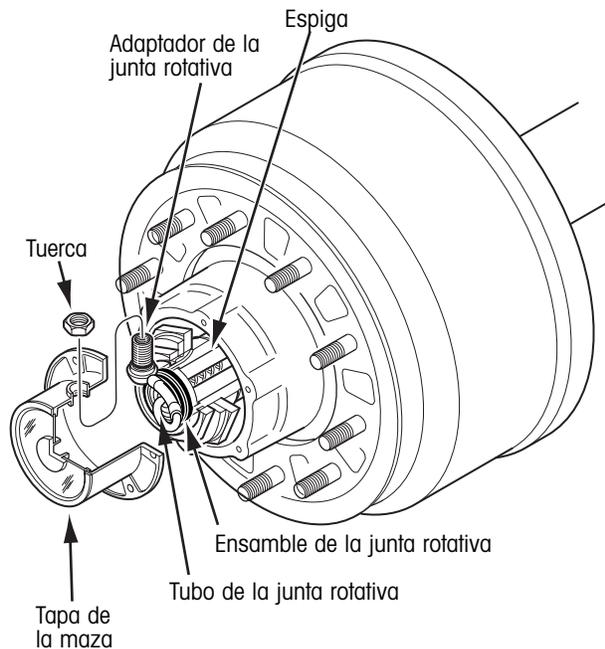

Figura 38. Ensamble del adaptador con la tapa de la maza
3. Inserte el adaptador por dentro de la tapa de la maza en el agujero que dice "AIR". Coloque la tuerca y apriete a mano (figura 38).